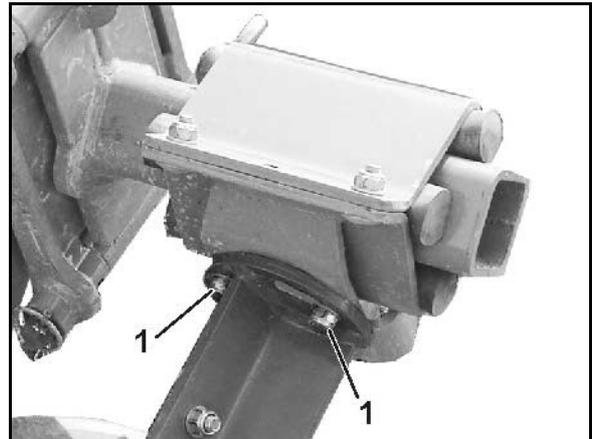

Рис. 33
2. Ослабьте 3 резьбовых соединения (Рис. 33/1).